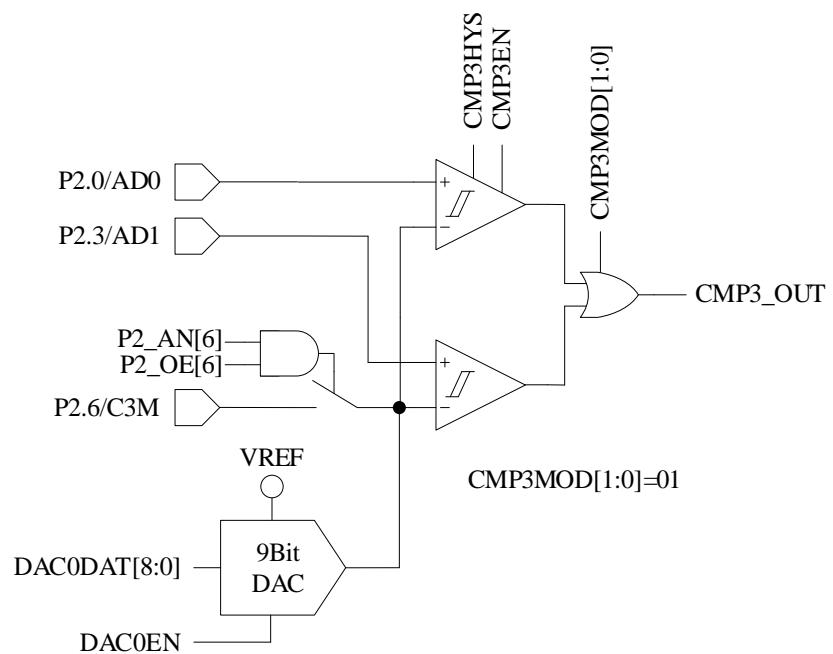

图 31-3 双比较器输入模式
- 配置  $CMP\_CR1[CMP3MOD] = 01$ ，CMP3 为双比较器输入模式，具体输入输出端口及接法如图 31-3 所示